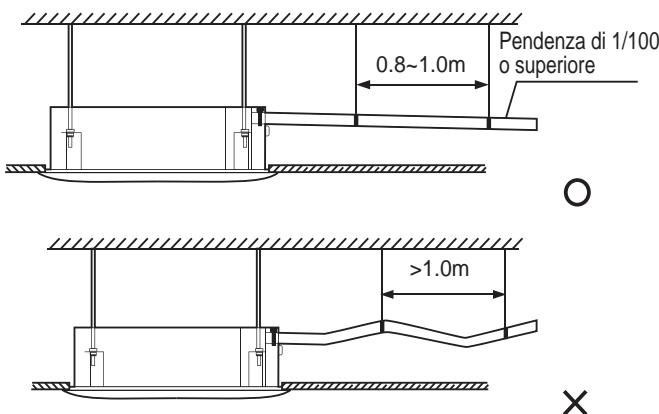

Fig. 5.1
pendenza del tubo di scarico condensa deve essere maggiore di 1/100, senza punti di risalita né ristagni d'acqua; in caso contrario, ciò può causare rumori anomali (vedi Fig. 5.1).
5) Nel collegare il tubo di scarico della condensa, non tirare il tubo stesso, per evitare che le connessioni del tubo dell'acqua si allentino. Predisporre punti di supporto ogni 0.8~1.0 metri, per evitare che il tubo si pieghi (vedi Fig. 5.1).